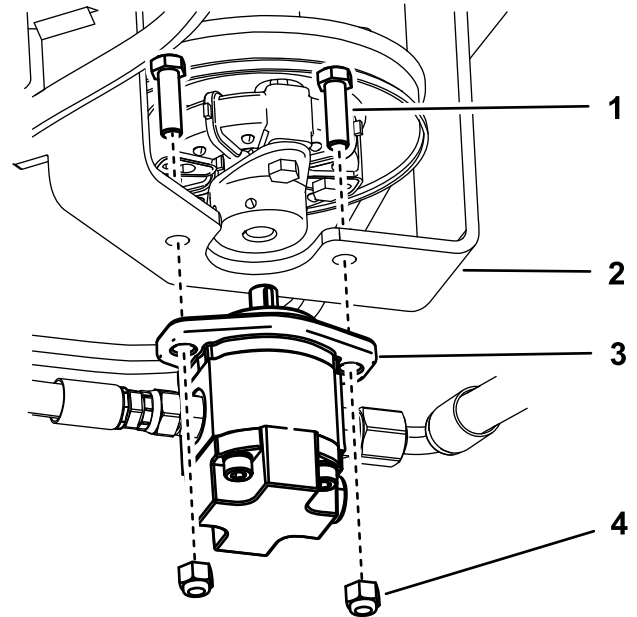

Figura 39
- Retire los 2 pernos y las 2 tuercas, y afloje los 2 tornillos de fijación del acoplador. Retire la bomba de engranajes del montaje de la bomba (Figura 39).
10. Instale la bomba de engranajes (Figura 39).